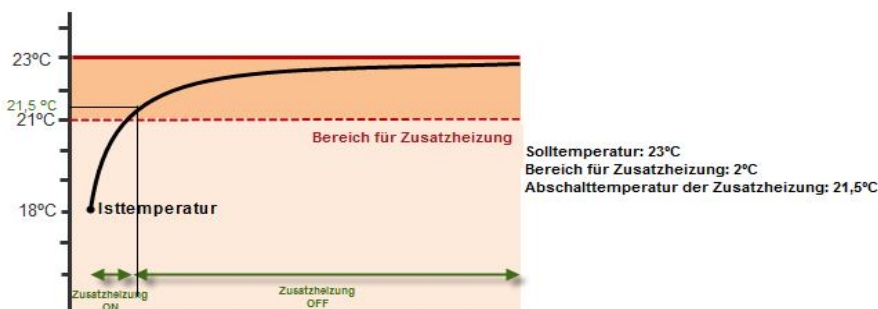

Bild 2.8 Einsatzbeispiel einer Zusatzheizung
- **Modus Heizen:** Ist die Raumtemperatur (Referenztemperatur) **kleiner oder gleich** der **Solltemperatur minus Temperaturbereich**, welcher für die Zusatzheizung parametrierung wurde, so wird das Zusatzsystem zur schnelleren Aufheizung des Raumes aktiviert. Die Zusatzheizung (und somit das hierzu benutzte System) wird ausgeschaltet sobald die Raumtemperatur einen Wert grösser gleich Solltemperatur minus Temperaturbereich plus 0,5°C erreicht. Siehe Bild 2.8